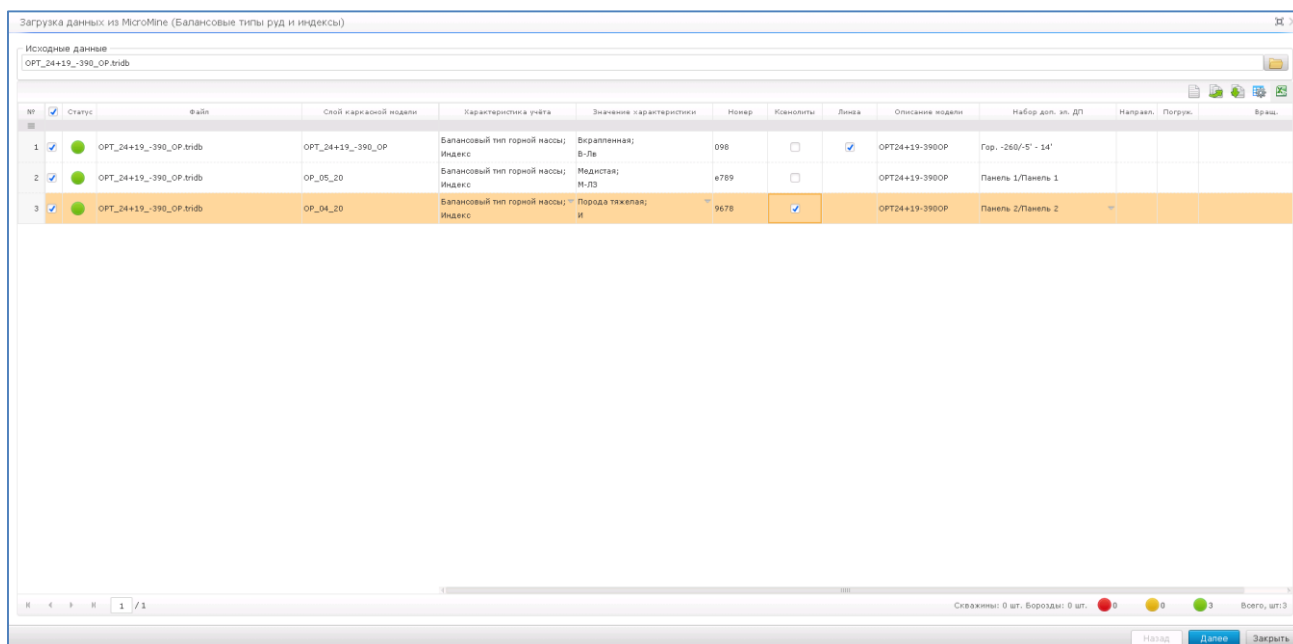

Рисунок 5. Заполнение атрибутов
9. В окне «Загрузка данных из ГГИС» для каждого требуемого каркаса указать необходимые атрибуты (Значение характеристики, Ксенолиты, Набор элементов ДП и др.). Индикатор в столбце «Статус» изменит цвет на зеленый, сигнализируя о том, что данная строка таблицы исходных данных заполнена корректно. Нажать на кнопку «Далее» (Рисунок 5).